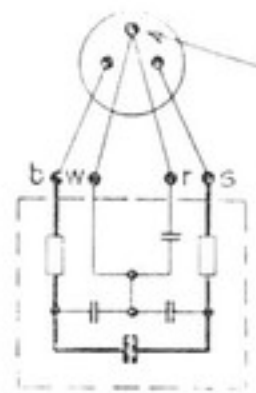

Bild 3
- b) Bei ortsveränderlichen Störern mit Schutzleitung oder mit Erdungsmöglichkeit ist eine gegebenenfalls zusätzliche Entstörung auch am Mutterteil der Anschlußsteckdose zulässig, wobei die blaue und schwarze Ader an die beiden Netzkontakte, rote und weiße Ader an den Schutz-Kontakt zu legen sind (Bild 3).